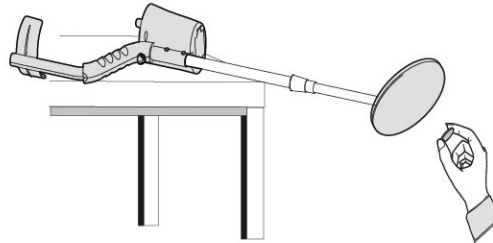

Abb.9
- Setzen Sie den Detektor auf einen Tisch aus Holz oder Plastik. Lassen Sie die Suchspule mehr als 5 Zoll (15 cm) über die Tischkante ragen. (Abb. 9)